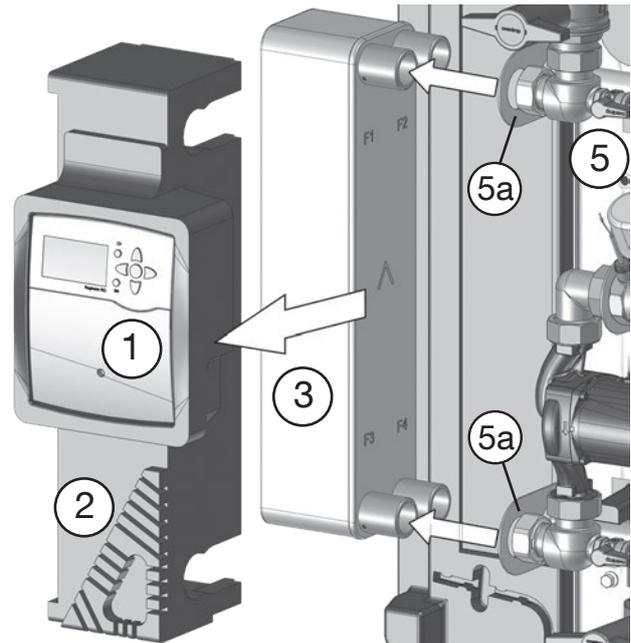

Fig. 5.7: Sortir le bloc d'insertion avec le régulateur et l'échangeur de chaleur
7. Retirer le bloc d'insertion (2) avec le régulateur (1) de l'échangeur de chaleur avec précaution (Fig. 5.7).
8. Sortir l'échangeur de chaleur (3) des deux colliers (5a) de l'embase (5) avec précaution et le poser sur une surface plane avec les raccords vers le haut.